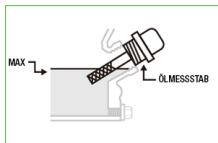

Abb. 3
- Der Ölstand muss innerhalb des auf dem Ölmesstab markierten Bereichs liegen, vorzugsweise nahe der oberen Mitte des Bereichs. (Abb. 3)